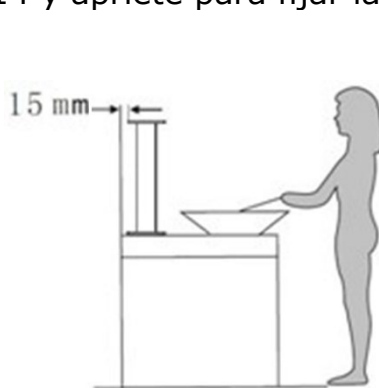

Imagen. 1
1. La campana extractora debe colocarse a una distancia de 15 mm de la pared como mínimo. (Véase imagen 1)